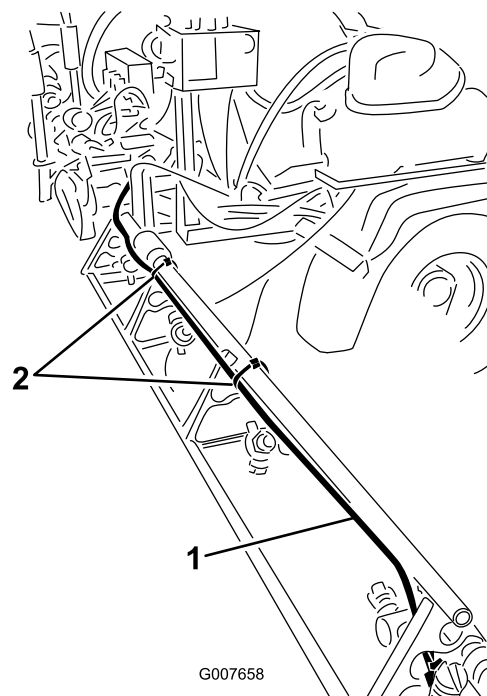

Figure 7
- A. Sur la rampe droite, installez le flexible de mousse le long de l'arrière de la barre de support supérieure (Figure 7).